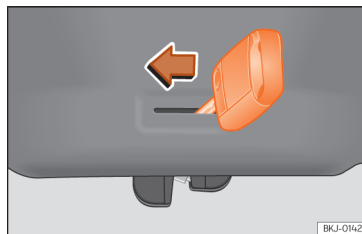

Abb. 59 Ausschnitt Gepäckraum: Notfallentriegelung.
- Führen Sie den Schlüsselbart in den Schlitz ein und drehen Sie den Schlüssel in Pfeilrichtung, bis sich das Schloss öffnet »» (Abb. 59).